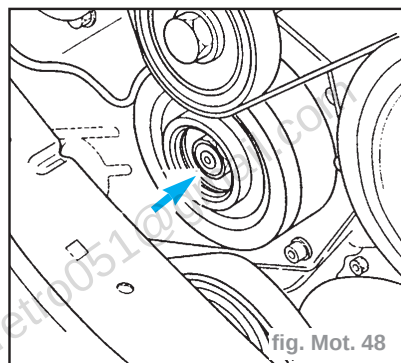

fig. Mot. 48
- Déposer l'écrou (flèche) du pignon d'entraînement de la pompe d'injection, s'assurer que la rondelle ne tombe pas dans le couvercle du carter de distribution (fig. Mot. 48).